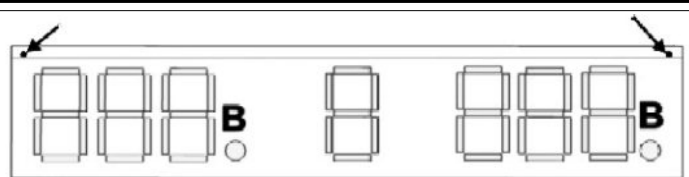

Abb. 8.1: Befestigungsschrauben des Frontpaneels
2. Von dem Modul, an dem sich die zu ersetzende Platine befindet, die beiden Befestigungsschrauben des transparenten Frontpaneels mit einem Kreuzschraubenzieher abschrauben (Abb.8.1, 8.2-1).